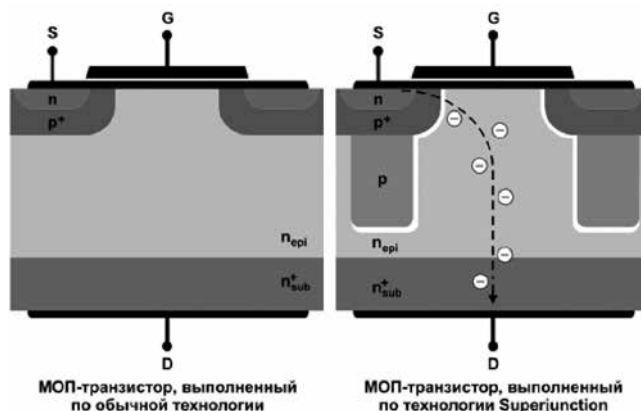

Рисунок 1 – Схема планарных высоковольтных МОП-транзисторов: а) обычного типа; б) изготовленных по технологии SJ
В 1999 году компания Infineon представила МОП-транзистор CoolMOS™ с новой структурой области стока, позволившей преодолеть так называемую теоретическую предельную линию кремния. Структура МОП-транзистора серии SuperJunction (SJ) имела два существенных отличия: основной путь протекания тока (область с проводимостью n-типа) был легирован сильнее по сравнению с обычными высоковольтными МОП-транзисторами, а вертикальные структуры p-типа с точно заданными размерами обеспечивали компенсацию заряда области n-типа. Сильно легированная область n-типа уменьшает сопротивление канала в открытом состоянии, однако имеет побочный эффект в виде снижения напряжения пробоя. Вертикальные компенсационные структуры p-типа уравнивают область n-типа, поддерживая нулевой полный заряд в области пространственного заряда и обеспечивая тем самым высокое напряжение пробоя (рисунок 1). Инновационная конструкция транзистора SJ позволяет уменьшить удельное сопротивление канала, что дает снижение потерь проводимости. Значительное уменьшение площади кристалла, достигнутое в первом поколении транзисторов CoolMOS™, привело также к уменьшению паразитных емкостей и обусловленных ими динамических потерь.